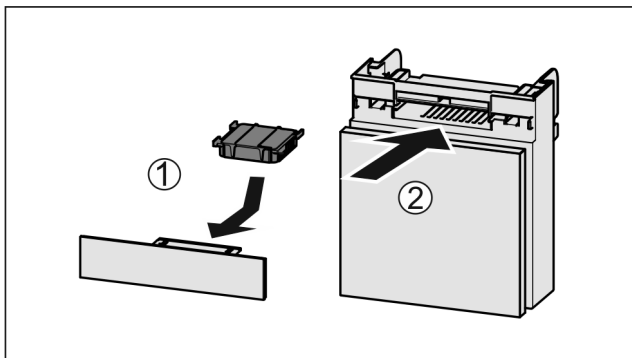

Fig. 82
- ▶ Sätt in Fig. 82 (1) aktivtkolfiltret enligt bilden.
- ▶ Skjut in Fig. 82 (2) lådan.